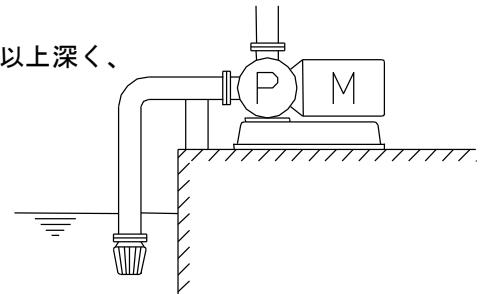

図 3
- (c) 吸込配管は、図 3 のようになるべく短く、かつ曲りを少なくし、ポンプに向かって上がり勾配とし、仕切弁は設けないでください。このとき、吸込配管の接続部から空気を吸いこまないように、シールは十分に行ってください。